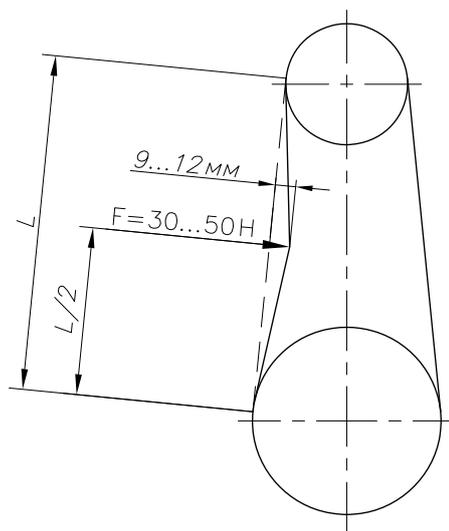

Рис. 2. Схема контроля натяжения ремня.
4.2.5. Проконтролировать натяжку ремней согласно схеме (Рис.2).